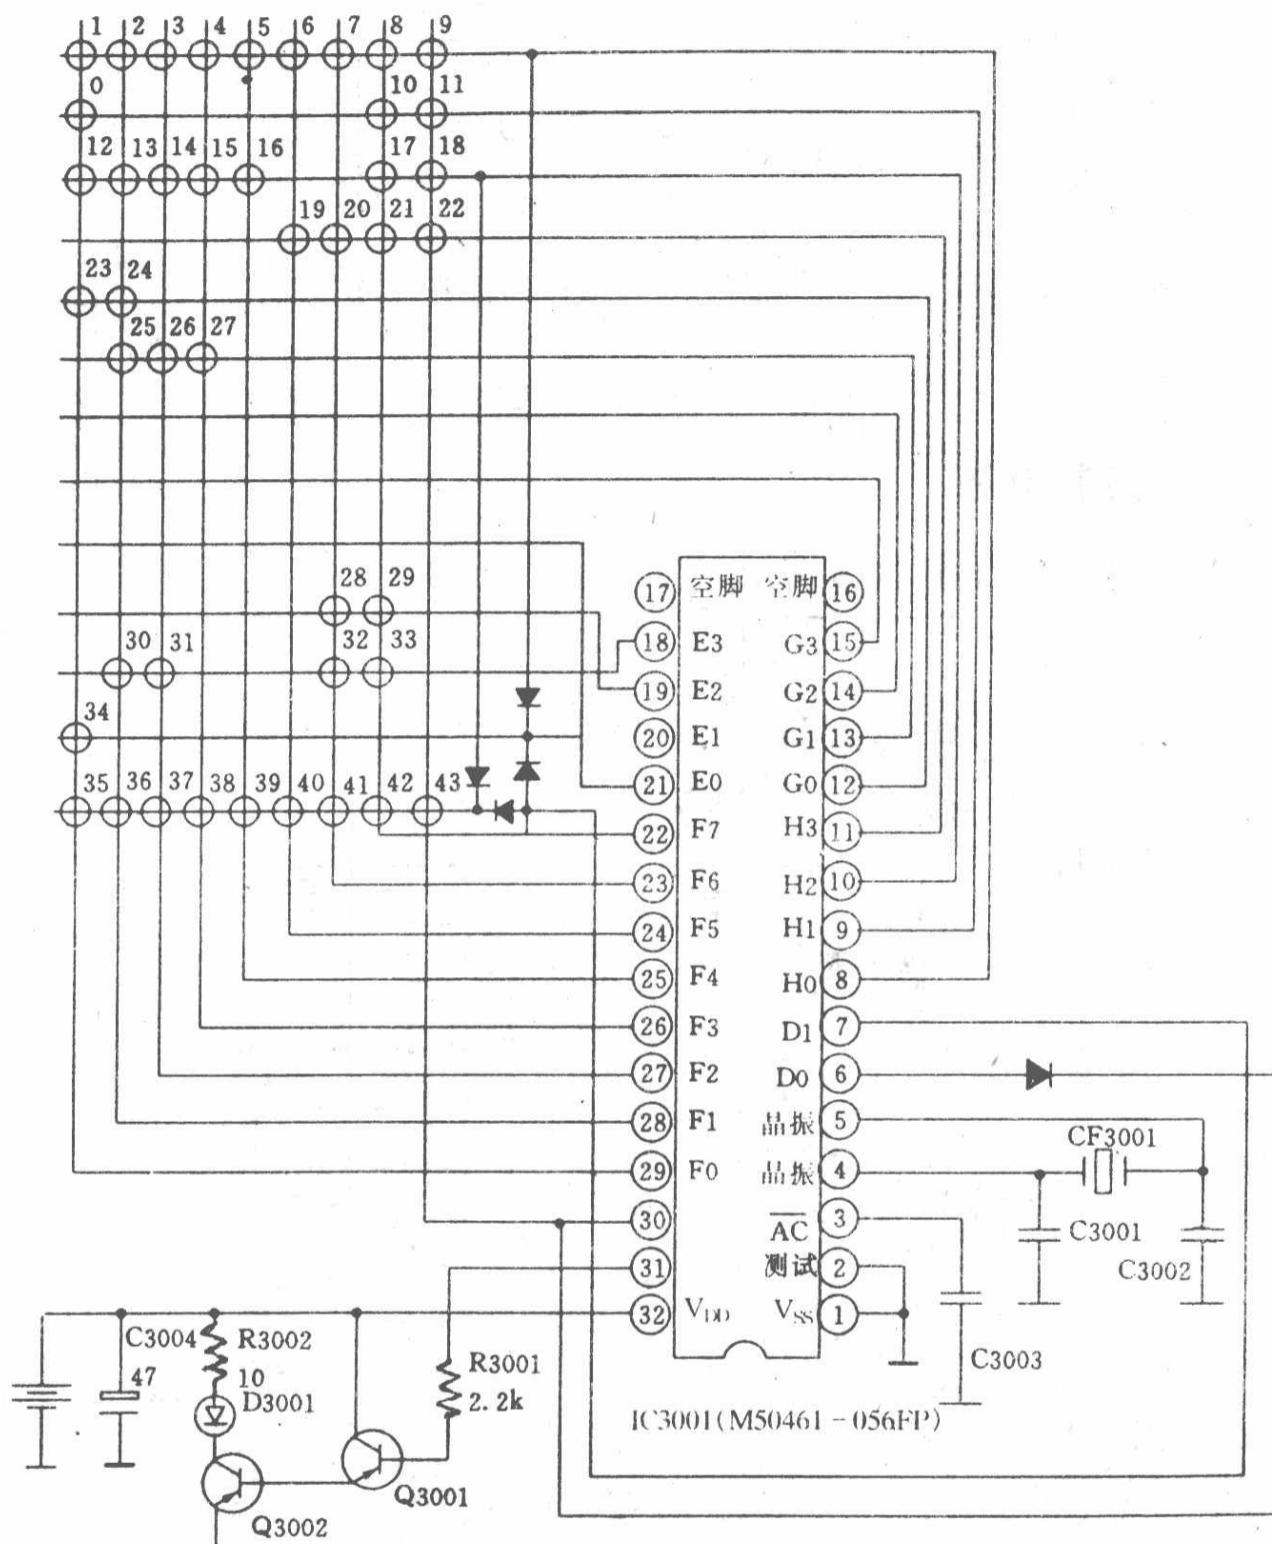

图 1-3 遥控发射器电路
组成(如图 1-3 所示)。自脚⑩输出的 15 位二进制遥控指令编码信号, 经频率调制和 Q3001 及 Q3002 驱动放大后, 从 D3001 输出波长为 940 纳米的红外遥控信号。IC3001 脚④和⑤外接 CF3001 晶振元件, 产生 455 000 赫的时钟脉冲振荡信号。其余脚是键扫描脉冲输入/输出脚。